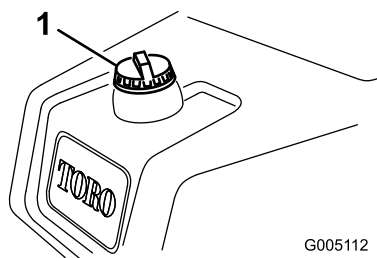

Figura 23
- 1. Pulite attorno al tappo del serbatoio del carburante e rimuovetelo (Figura 23).